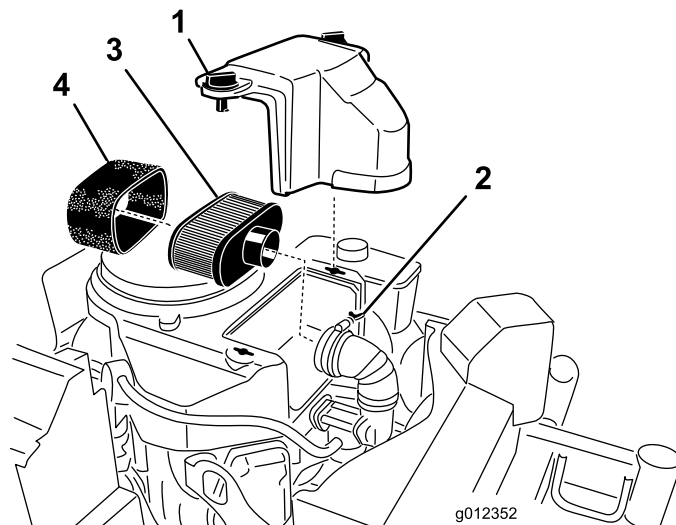

Figura 20
3. Pulite intorno al filtro dell'aria per evitare che la morchia possa penetrare nel motore provocando gravi danni (Figura 20).
4. Svitare le manopole del coperchio e toglie il coperchio del filtro dell'aria (Figura 20).
5. Allentate la fascetta stringitubo e toglie il gruppo del filtro dell'aria (Figura 20).
6. Togliete con cautela l'elemento in schiuma sintetica dall'elemento di carta (Figura 20).
1. Non pulite il filtro di carta. Sostituitelo (Figura 20).
1. Infilate con cautela l'elemento in schiuma sintetica sopra l'elemento di carta del filtro dell'aria (Figura 20).
2. Montate il filtro dell'aria completo sulla relativa base, e fissatelo con i 2 dadi ad alette (Figura 20).
3. Montate il coperchio del filtro dell'aria e serrate la manopola del coperchio (Figura 20).